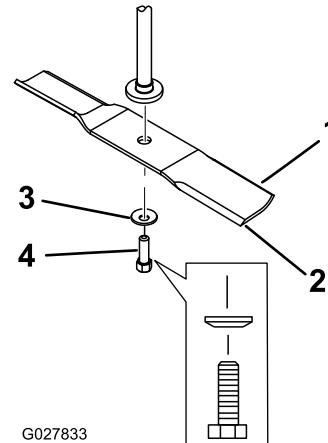

Figure 57
2. Enlevez le boulon, la rondelle bombée et la lame de l'axe (Figure 57).
1. Placez la lame sur l'axe (Figure 57).
2. Posez la rondelle bombée (face concave vers la lame) et le boulon de lame (Figure 57).